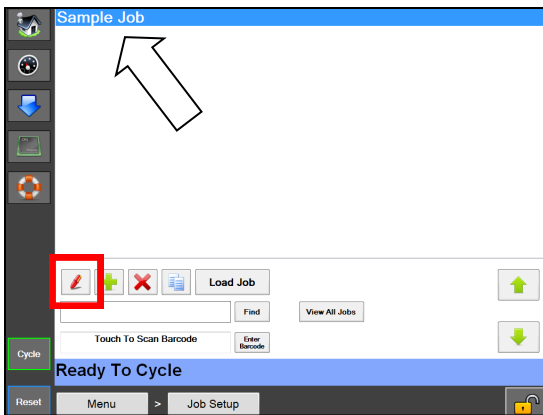

Abb. 5-3A. Bearbeiten eines Auftrags.
2. Markieren Sie im Bildschirm Auftragseinrichtung den Auftrag, der bearbeitet werden soll, und drücken Sie die Schaltfläche mit dem roten Stift. **Abb. 5-3A.**